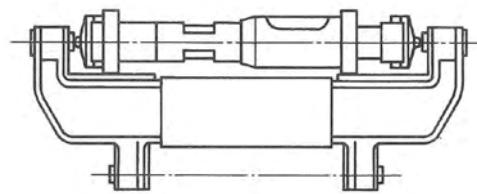

Abb. 9.
| 3.1Innenmessung(Abb. 9)  | <ul style="list-style-type: none"> <li>– Messelement auf den Wert 250 mm der unteren Skale einstellen; Messtrommel (3) drehen.</li> <li>– Einstellschraube (9) lösen.</li> <li>– Messelement in das Einstellnormal legen; beweglichen Messanschlag (5) dabei in das Gerät hineindrücken.</li> <li>– Beweglichen Messanschlag loslassen.</li> </ul>                | <ul style="list-style-type: none"> <li>– Umkehrpunkt ermitteln und Messuhr (2) mittels Trommel (3) auf Null stellen.</li> <li>– Spannhebel (14) anziehen.</li> <li>– Messtrommel (4) gemäß auf Einstellnormal eingraviertem Wert einstellen.</li> <li>– Einstellschraube (9) festziehen.</li> <li>– Nulleinstellung kontrollieren.</li> </ul>  |